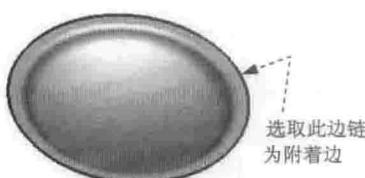
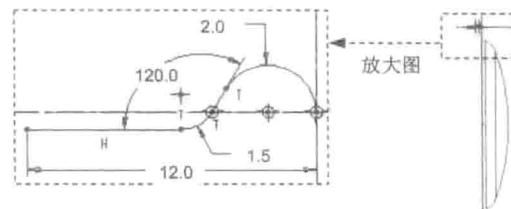

图 1.15 定义附着边
图 1.16 截面草图
- (1) 单击 **模型** 功能选项卡 **形状** 区域中的“法兰”按钮 , 系统弹出“凸缘”操控板。
- (2) 选取附着边。按住 Shift 键, 选取图 1.15 所示的模型边链为附着边。
- (3) 选取形状类型。在操控板中单击 **I**  在系统弹出的下拉列表中选择 **用户定义** 选项。
- (4) 定义法兰附加钣金壁的轮廓。单击 **形状** 选项卡, 在系统弹出的界面中单击 **草绘...** 按钮, 系统弹出“草绘”对话框, 选中 薄壁端 单选项, 单击 **草绘** 按钮 (可单击对话框中的 **反向** 按钮切换视图箭头方向); 进入草绘环境后, 绘制图 1.16 所示的截面草图。
- (5) 在操控板中单击  按钮, 预览所创建的特征; 确认无误后, 单击  按钮, 完成凸缘特征的创建。